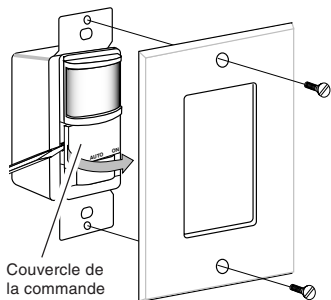

Figure 2 - Enlèvement du couvercle de la commande
2. Presser avec un tournevis comme illustré à la figure 2. Faire pivoter le couvercle pour l'enlever.